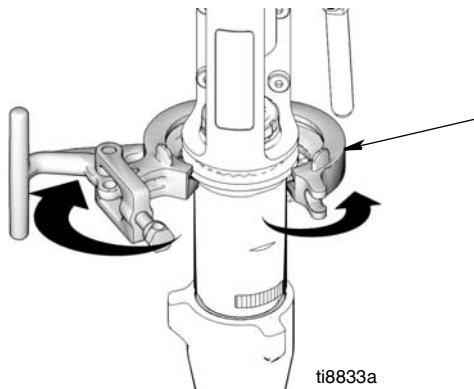

Рис. 18
8. (Рис. 18) Откройте хомут (247).